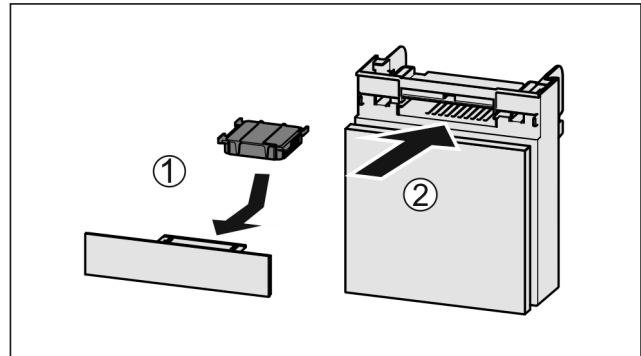

Fig. 135
- Aktivkohlefilter nach Abbildung einsetzen Fig. 135 (1).
- Fach einschieben Fig. 135 (2).